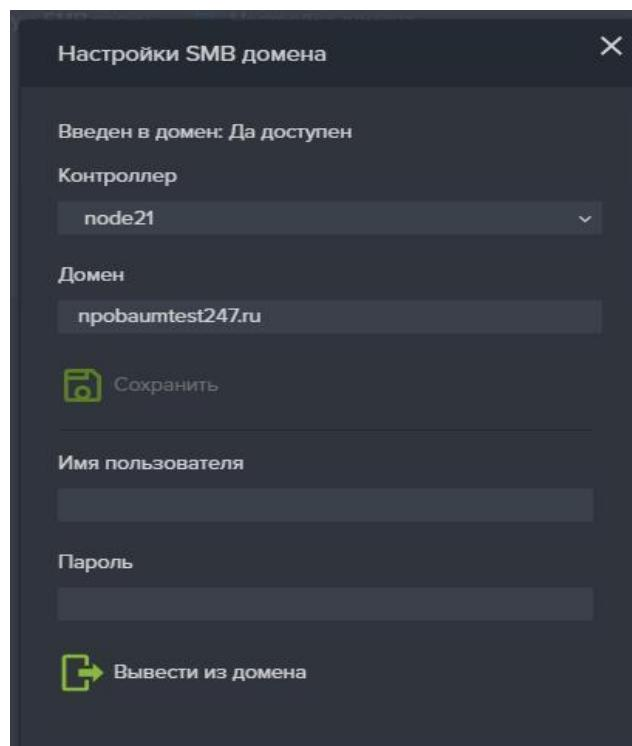

Рисунок 68. Окно настройки SMB домена
8. Нажмите на кнопку «Настройки домена», откроется соответствующее окно (см. Рисунок 68);
24. Нажмите кнопку «Настройка домена» (см. Рисунок 68);